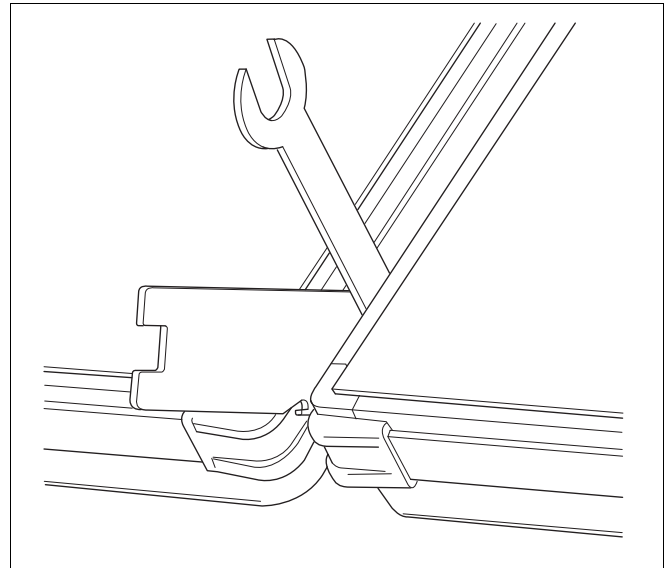

Abb. 44 Verbindung zweier Kollektoren
- Ziehen Sie die Verschraubung mittels Montageschlüssel (SW 27, Abb. 44) handfest an. Halten Sie gleichzeitig mit einem Schraubenschlüssel (SW 17) gegen. Das Drehmoment sollte 40–50 Nm betragen.